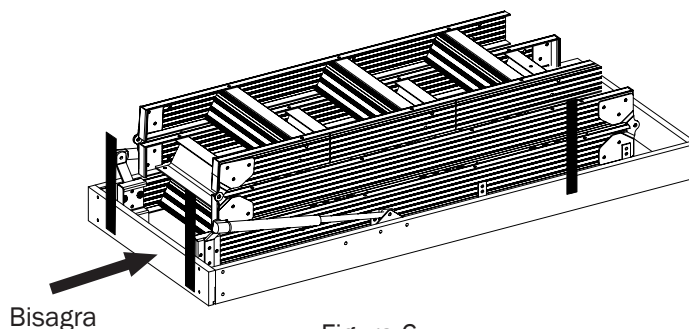

Figura 6
8. Instale las cerchas de soportes “E-Z hang” a la escalera de ático de aluminio (Véase la Figura 6), antes de levantar la escalera de ático de aluminio hacia la abertura del techo.
- B. Se recomienda que use los agujeros de guía para evitar que el marco de la escalera se quiebre. Clave una de las cerchas de soporte usando dos (2) clavos de $\frac{7}{8}$ ”, por la parte externa del marco de la escalera de ático de aluminio a la altura de la esquina derecha, cerca de los blocks de madera donde topa la puerta.
- C. Clave la segunda cercha de soporte por la parte externa del marco, en el lado opuesto de la primera cercha de soporte. (Véase Figura 6)
- D. La tercera y cuarta cercha de soporte deben clavarse en el marco del lado de la bisagra de la puerta, opuestas al lado donde abre la puerta, una en cada esquina. (Véase Figura 6).
- Una vez que la escalera de ático de aluminio esté colocada como se desea, clave a través del marco de la escalera de ático de aluminio (Véase la Figura 6). Siempre taladre los agujeros guía para evitar que el marco de la escalera se quiebre.